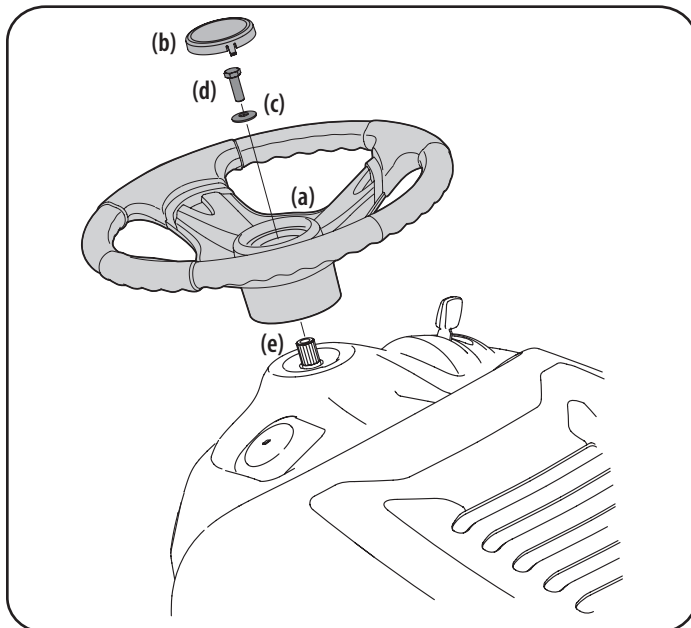

Figura 4
1. Si su tractor no traía el volante (a) instalado, los herrajes para instalarlo se han embalado dentro del volante (a), debajo de la tapa del volante (b). Con cuidado y usando una palanca, extraiga la tapa del volante (b) y retire la arandela cóncava (c) y el perno hexagonal (d). Consulte la Figura 4.
2. Con las ruedas del tractor mirando hacia adelante, coloque el volante (a) sobre el eje de dirección (e). Consulte la Figura 4.
3. Coloque la arandela cóncava (c) — con el lado cóncavo hacia abajo — sobre el volante (a) y ajústela con el perno hexagonal (d). Consulte la Figura 4.
4. Coloque la tapa del volante (b) sobre el centro del volante (a) y empuje hacia abajo hasta que calce en su lugar. Consulte la Figura 4.